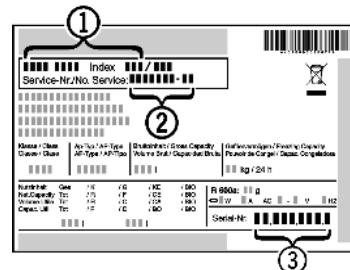

Fig. 14
- Fig. 14 (1), сервисный № Fig. 14 (2) и серийный № Fig. 14 (3) считайте с заводской таблички. Заводская табличка находится внутри устройства слева.
- Обратитесь в сервисную службу и сообщите вид неисправности, наименование устройства Fig. 14 (1), сервисный № Fig. 14 (2) и серийный № Fig. 14 (3).